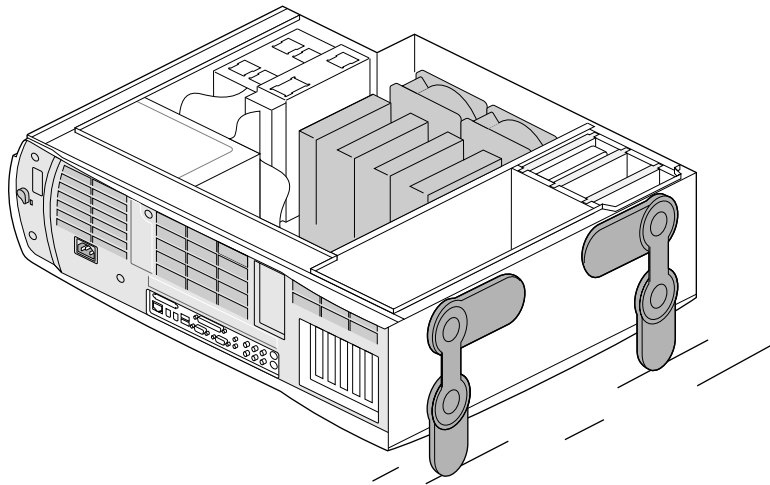

Abbildung 2-5 Positionieren des Systems in Seitenlage
Es empfiehlt sich, das System zum Einbau von Prozessoren, Spannungsreglern, Arbeitsspeicher und der Stromversorgung auf die Seite zu legen. Sie haben außerdem bessere Sicht und mehr Freiraum für die Kabel, wenn es auf der Seite liegt. (Siehe Abbildung 2-5.) Führen Sie die folgenden Schritte durch:
4. Wenn die Workstation auf der Seite liegt, drehen Sie die unteren beiden Füße zum Boden hin, um das System in einer stabilen Lage zu halten, während Sie daran arbeiten. Siehe Abbildung 2-5.